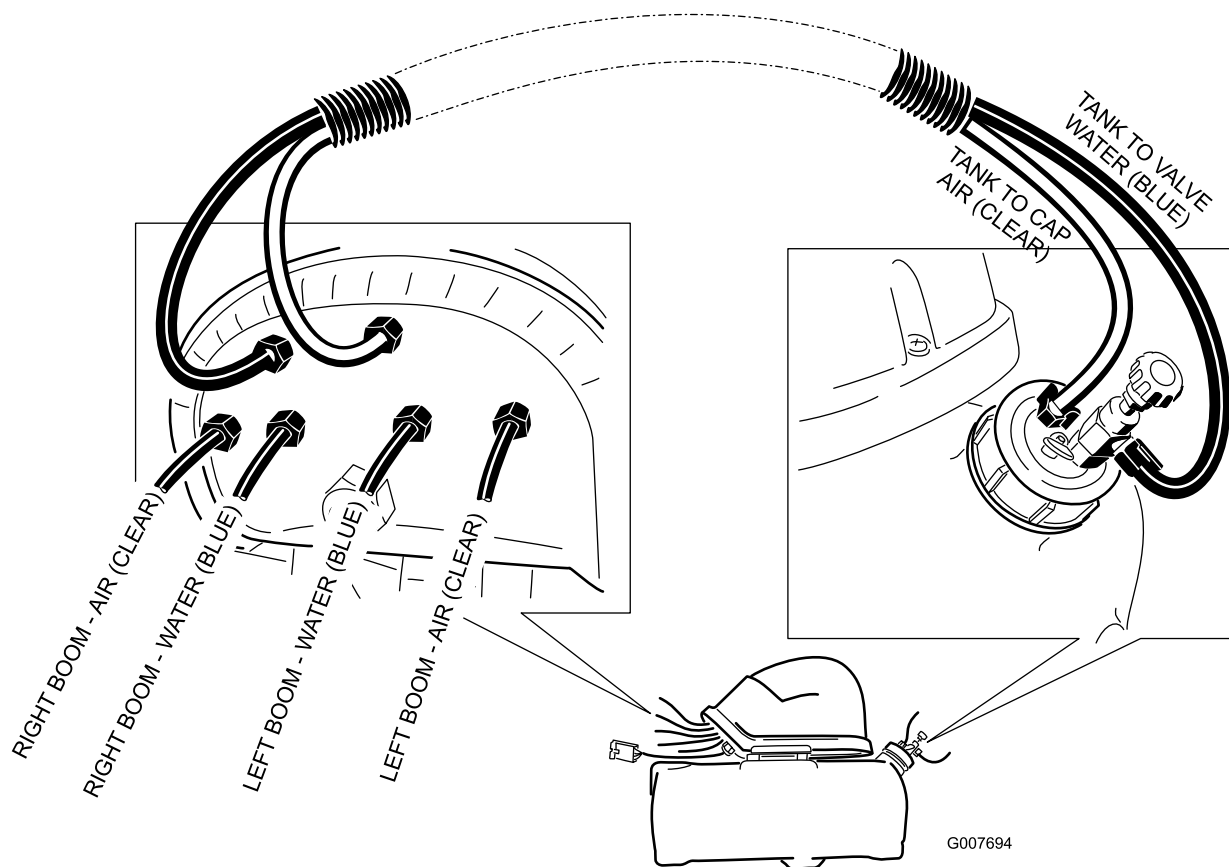

Figura 17
3. La disposizione finale dovrebbe corrispondere a quella illustrata in Figura 17.